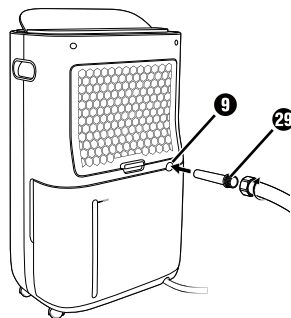

Fig. 4
- ◆ Si vous utilisez l'adaptateur pour tuyau d'arrosage UE ②⑨, vissez maintenant un tuyau d'arrosage sur l'adaptateur pour tuyau d'arrosage UE ②⑨ (voir la figure 4).